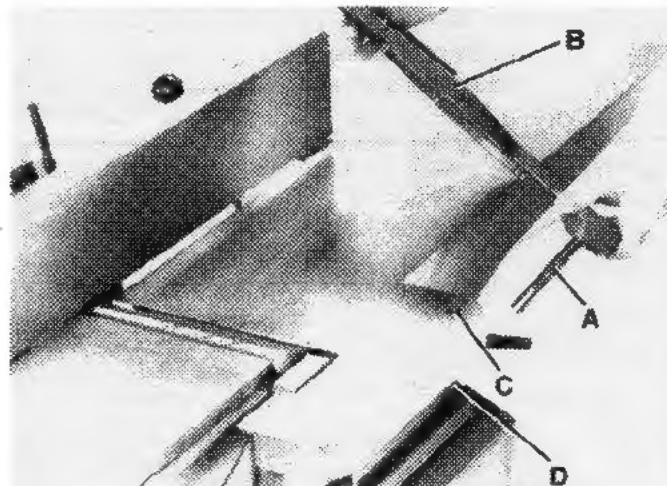

FIGURE 14
1. Retirez la vis sans tête (non illustré) de la tige (A) Fig. 14, du garde de la tête de coupe (B).
2. Insérez la tige (A) Fig. 14, dans le trou (C) de la table d'entrée.
**NOTEZ:** Un ressort dans le bouton (D) Fig.14, retourne le garde de la tête de coupe (B) au-dessus de la tête de coupe après une opération. Tournez le bouton (D) pour tensionner avant d'insérer la tige (B) dans le trou. Assurez-vous que le ressort engage la rainure de la tige.